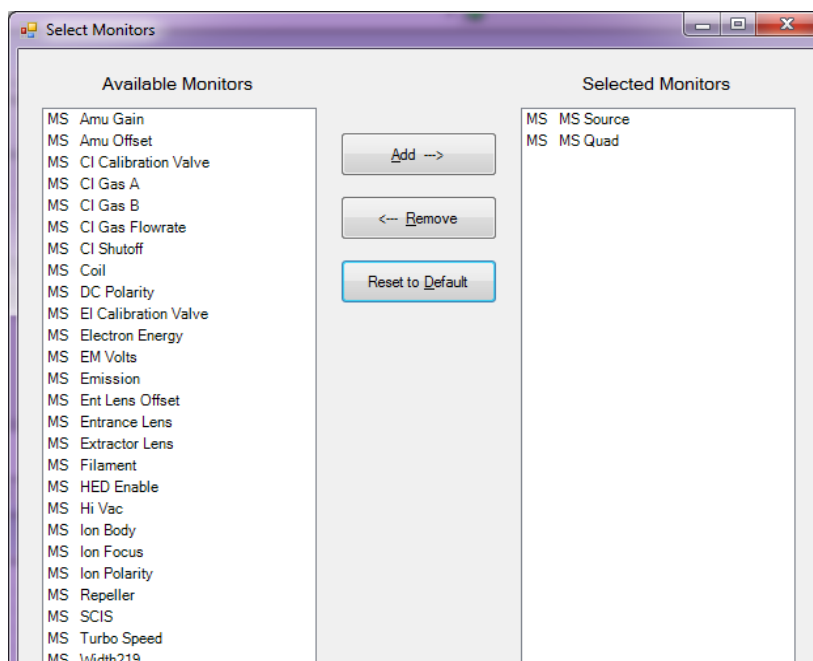

Figure 34 Boîte de dialogue Select Monitors (Sélectionner des moniteurs)
- 1 Dans la vue **Instrument Control** (Pilotage de l'instrument), sélectionner **Edit Monitors** (Modifier les moniteurs) dans le menu **Instrument** pour afficher la boîte de dialogue **Select Monitors** (Sélectionner des moniteurs). (Voir Figure 34.)